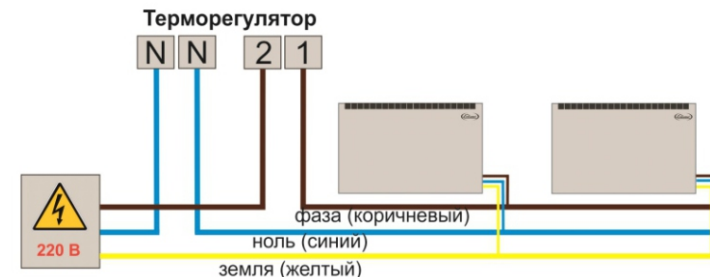

Рис. 2
4.5 Установку и подключение системы отопления «КОУЗИ» должен производить официальный представитель ООО «Технологии Тепла+» или квалифицированный электрик (Рис. 2)